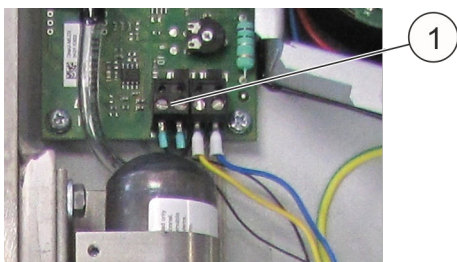

Abb. 88: Anschluss Schwundüberwachung
- 13.** ▶ Elektrischen Anschluss (Abb. 88/1) der Schwundüberwachung lösen.